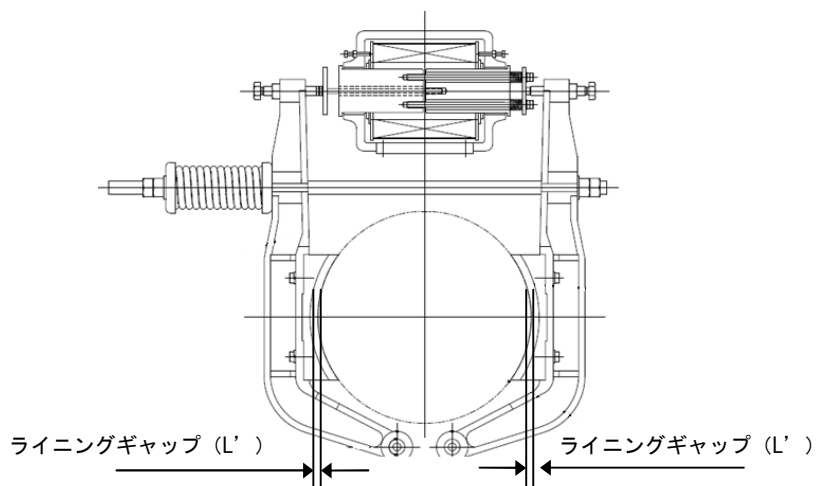

図 4 ライニングギャップ寸法
- (2) ブレーキを開いた状態でのライニングギャップ寸法(L') を測定してください。(図 4)